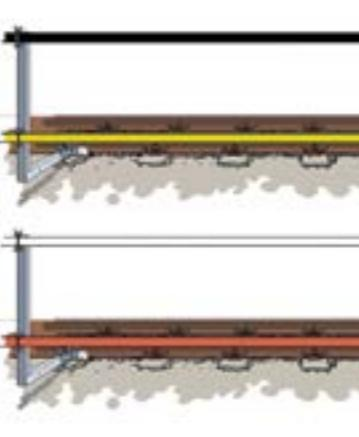

Abbildung 14
**Alternativ:** diese Anforderung gilt auch als erfüllt, wenn mindestens eine Wiederholung der Farbfolge in der oberen Querholmanordnung und der darunterliegenden Querholmanordnung im Wechsel (pro Querholm) gewährleistet wird. Wenn die letzte Option gewählt wird, muss die feste Absperrung (Safetech Fence) nach folgendem Prinzip aufgebaut werden (siehe Abb. 14).